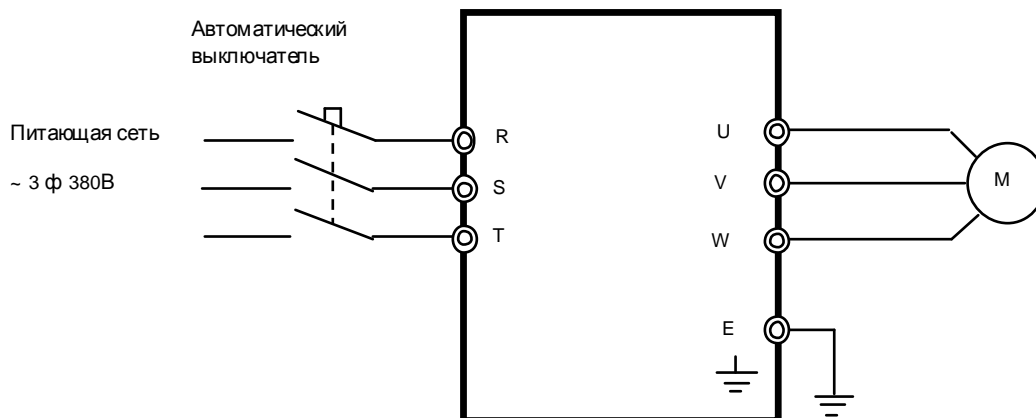

Рис.8.2. Схема подключения силовых цепей ПЧ EI-7011
8.2. Подключить проверяемый ПЧ по схеме, приведенной на рис. 8.2